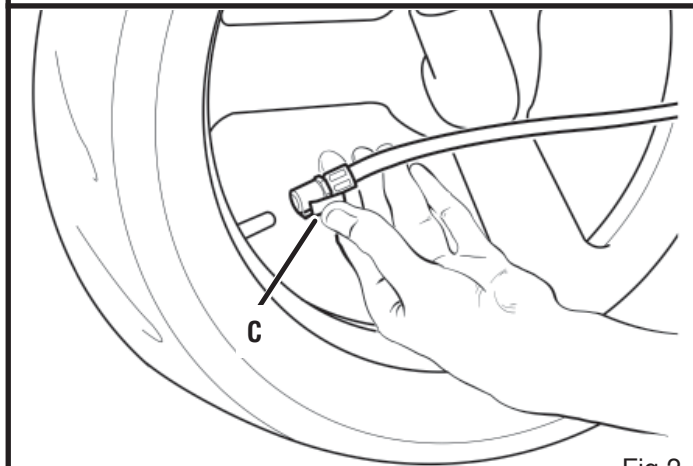

Fig.2
- 2) Presione la lengüeta (C) de la pieza de ajuste y conecte la manguera de la pistola al neumático empujando la pieza de ajuste dentro de la válvula; luego suelte la lengüeta (Fig. 2).